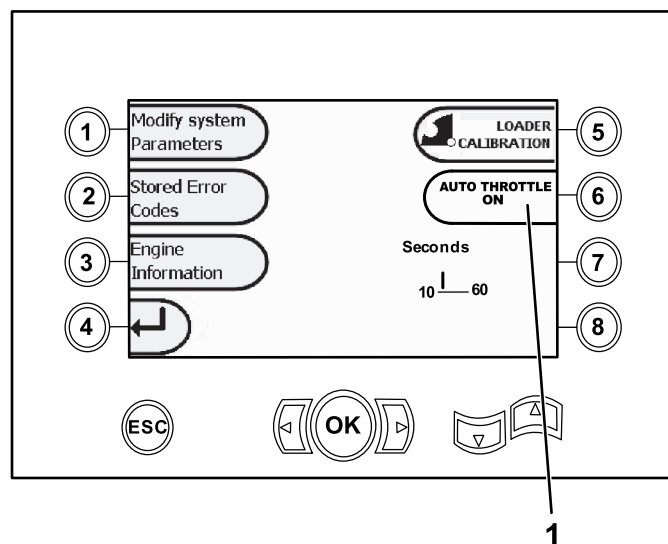
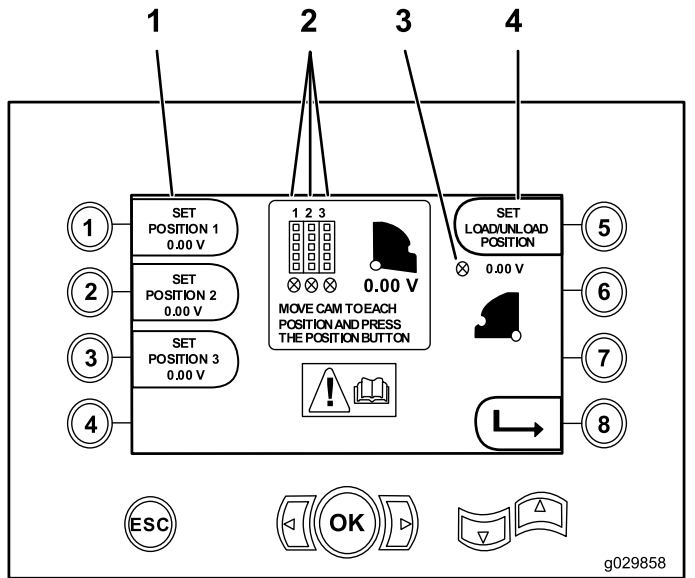

Figure 18
Figure 26
Versions K et suivantes du logiciel seulement : utilisez cet écran pour étalonner les cames du chargeur (Figure 18) comme décrit dans Figure 26.
Versions V et suivantes du logiciel seulement : utilisez cet écran pour sélectionner l'option de commande automatique des gaz (Figure 18).
Pour accéder à cet écran, appuyez sur le bouton 1 de l' Écran de diagnostic et mise à jour \(page 7\) pour sélectionner l'option Modification des paramètres système (Figure 18).
- Bouton 1 – Réglage à la position 1 (Figure 26)
- Bouton 2 – Réglage à la position 2 (Figure 26)
- Bouton 3 – Réglage à la position 3 (Figure 26)
Pour régler la position de charge ou de décharge, appuyez sur le bouton 5 (Figure 26).